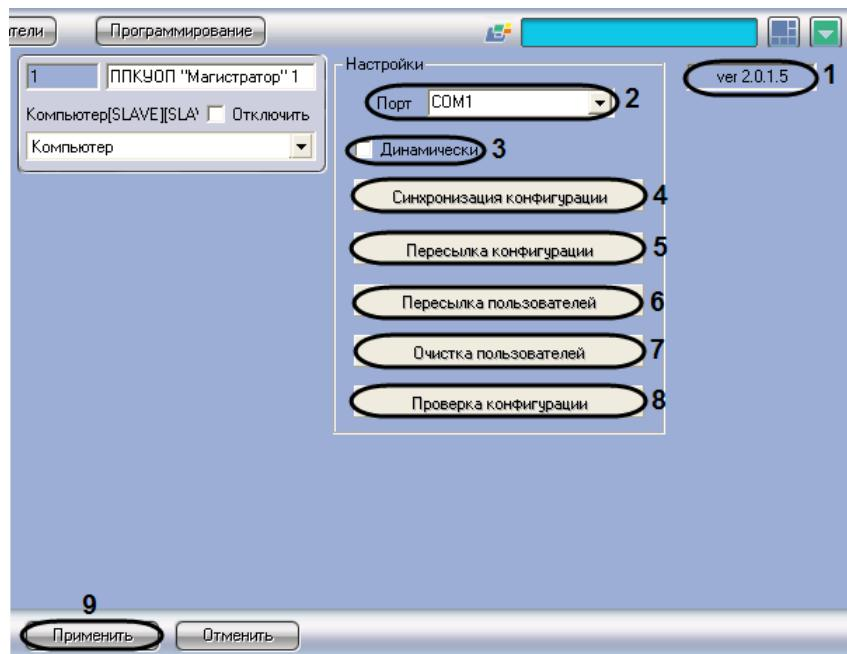

Рис. 3.2-2 Настройка взаимодействия ПК ACFA Intellect с ОПС Магистратор
1. Перейти на панель настройки объекта **ППКУОП “Магистратор”** (Рис. 3.2-2).
Примечание. В поле 1 (Рис. 3.2-2) отображается версия модуля интеграции *Магистратор*.
2. Из раскрывающегося списка **Порт** выбрать СОМ-порт Сервера *Интеллект*, используемый для подключения к прибору *Магистратор* (см. Рис. 3.2-2, 2)
3. Для динамического конфигурирования объектов, дочерних по отношению к данному объекту **ППКУОП “Магистратор”**, установить флажок **Динамически** (см. Рис. 3.2-2, 3). Если данный флажок установлен, при сохранении изменений в настройках дочерних объектов автоматически будет выполняться пересылка изменений в оборудование *ОПС Магистратор*.
4. Для чтения конфигурации оборудования, подключенного к прибору *Магистратор*, нажать кнопку **Синхронизация конфигурации** (см. Рис. 3.2-2, 4).
6. Для пересылки настроек объектов, дочерних по отношению к данному объекту **ППКУОП “Магистратор”**, в устройства *ОПС Магистратор* нажать кнопку **Пересылка конфигурации** (см. Рис. 3.2-2, 5)
7. Для пересылки списка пользователей ключей Touch Memory из ПК ACFA *Intellect* в Touch канал *ОПС Магистратор* нажать кнопку **Пересылка пользователей** (см. Рис. 3.2-2, 6)
8. Для очистки списка ключей в Touch канале *ОПС Магистратор* нажать кнопку **Очистка пользователей** (см. Рис. 3.2-2, 7).
9. Для проверки корректности настроек объектов ПК ACFA *Intellect*, связанных с *ОПС Магистратор*, нажать кнопку **Проверка конфигурации** (см. Рис. 3.2-2, 8).
10. Для сохранения внесенных изменений в базе данных ПК ACFA *Intellect* нажать кнопку **Применить** (см. Рис. 3.2-2, 9)